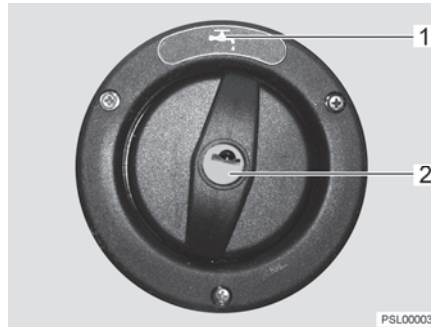

Fig. 189 Couvercle de fermeture pour bec de remplissage d'eau potable
Le bec de remplissage d'eau potable est désigné par le symbole "🚰" (Fig. 189,1). Le couvercle de fermeture est ouvert et verrouillé à l'aide de la clé pour les serrures extérieures.
- Insérer la clé dans le barillet (Fig. 189,2) et la tourner d'un quart de tour dans le sens inverse des aiguilles d'une montre.
- Ouvrir le bec de remplissage d'eau potable (Fig. 189).